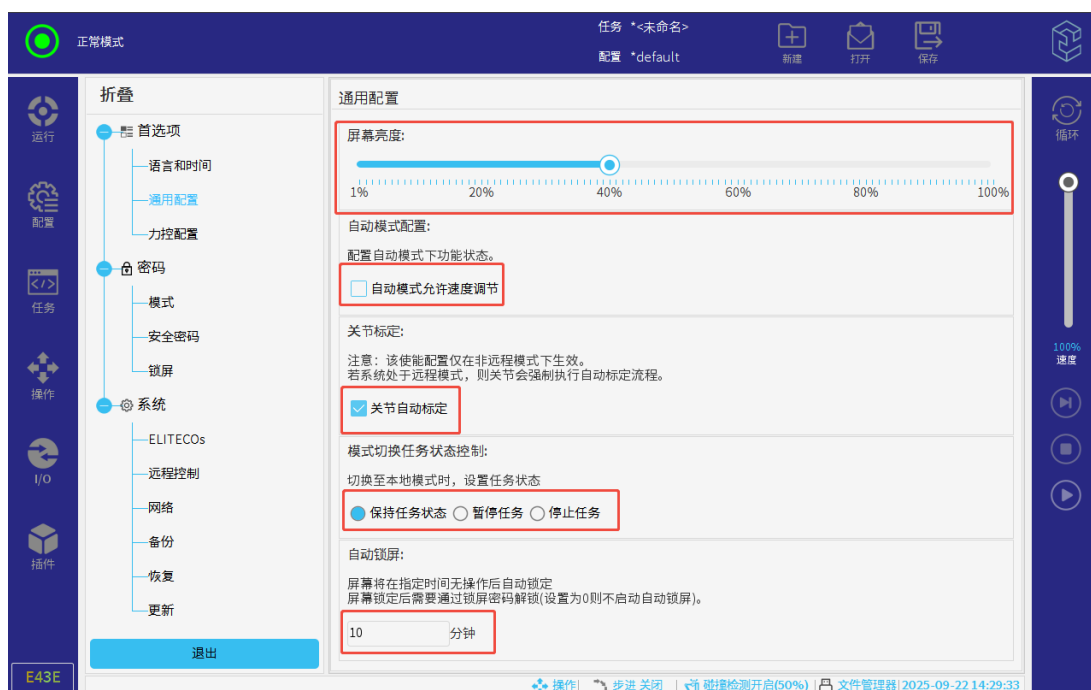

图 3-18: 通用配置
1. **屏幕亮度调整:** 滑动图 3-18 中的比例轴，可调整屏幕亮度。
4. **模式切换任务状态控制:** 勾选图 3-18 中按钮，当切换模式时，系统将自动暂停任务的运行。